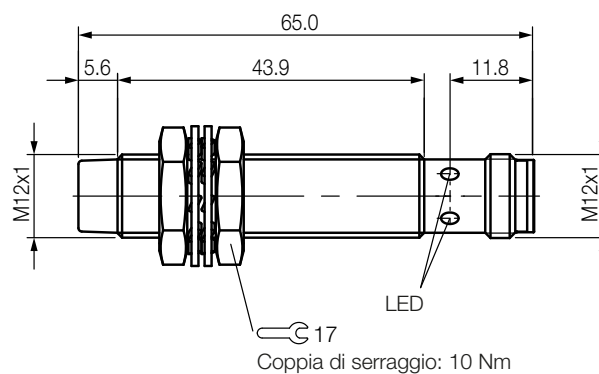

Fig. 3-1: Sensori di distanza BAW M12MI-BLC35C-S04G e BAW M12MH-BLC70G-S04G, struttura
- Rispettare le coppie di serraggio, vedere Fig. 3-1.